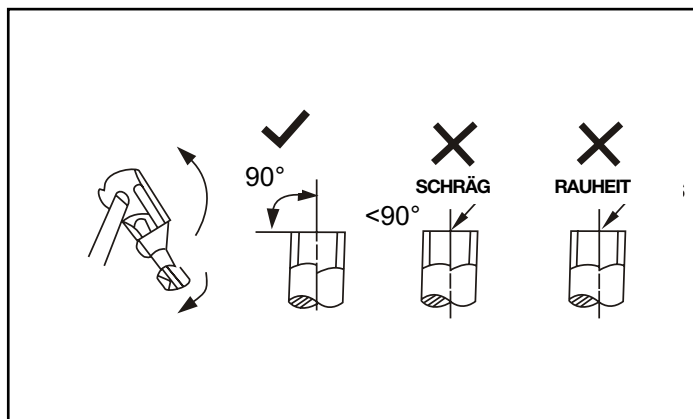

Abb. 12
- 1c. Die Leitungen müssen 90° zur Achse sauber und glatt abgeschnitten werden. (Abb. 12)